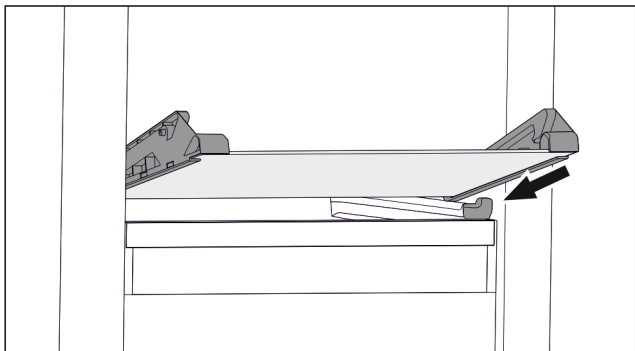

Fig. 34 Стекла́нная пластина откидного выдвижного ящика
- ▶ Наклоняя вниз, установите стеклянную пластину за стопоры. (см. Fig. 34)